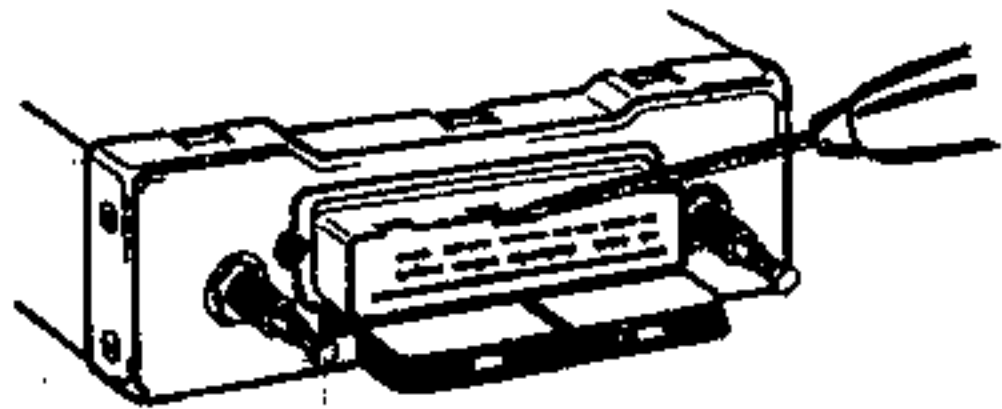

Fig. 45
3. Skala herausnehmen, Fig. 45.
2. Skala herausnehmen, Fig. 45.
3. Remove dial, Fig. 45.
2. Remove dial, see Fig. 45.